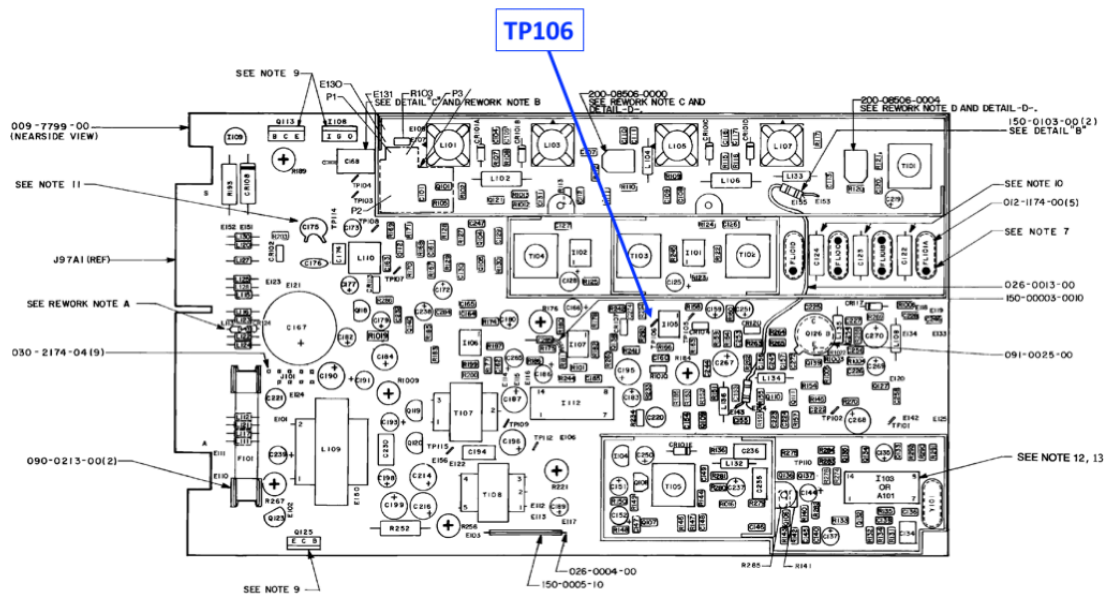

Figure 6.4.2.
- Brancher la borne positive du multimètre au point TP106 de la radio (voir figure 6.4.2. ci-dessous) :